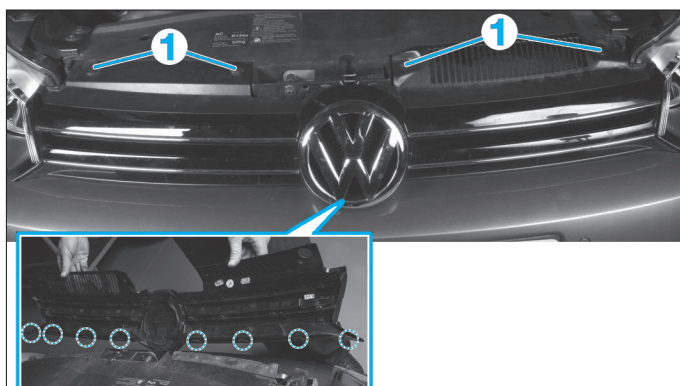

Fig. 80
- Déposer les quatre vis (1) de la calandre (Fig.80).